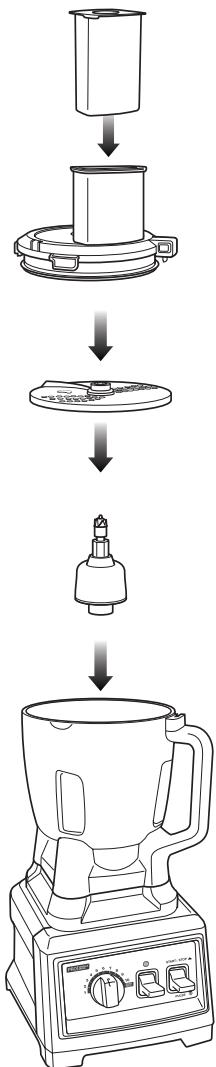

Fig. 24
- 2 Coloque la base del motor sobre una superficie limpia, seca y nivelada como una mesada o mesa. (**Fig. 24**)
- 6 Coloque la tapa con tubo de alimentación sobre el tazón y gírela en sentido horario para tratarla en su lugar. (**Fig. 24**)
- 10 Agregue la comida que quiera rebanar, rallar o moler por el tubo de alimentación de la tapa. (**Fig. 24**)